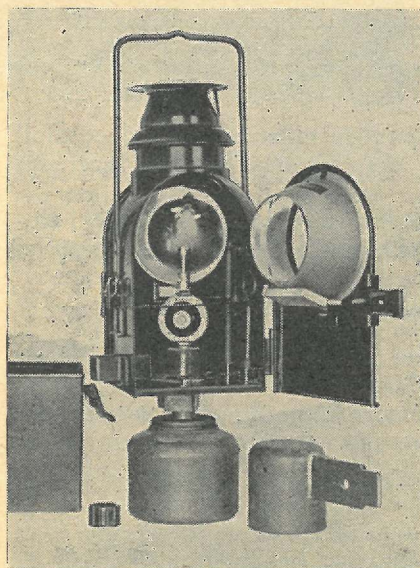

Abb. 7
25.) Die Propan-Signallaterne zur Beleuchtung von Langsamfahrtsignalen (Abb. 7) besteht aus den gleichen Bestandteilen, wie jene für Haupt- und Vorsignale (siehe Punkt 14).